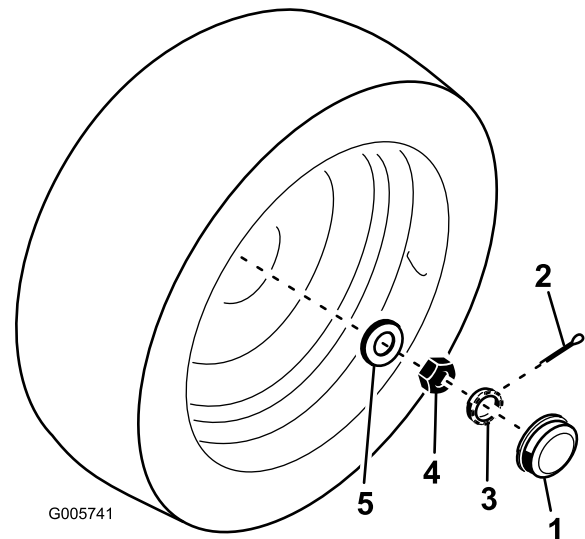

Figura 53
2. Retire el tapón antipolvo del extremo del eje de la rueda. Retire también el pasador que sujeta el retenedor (Figura 53).
3. Apriete la contratuercas (Figura 53) a 8,5–11,3 Nm aproximadamente usando una llave inglesa manual.